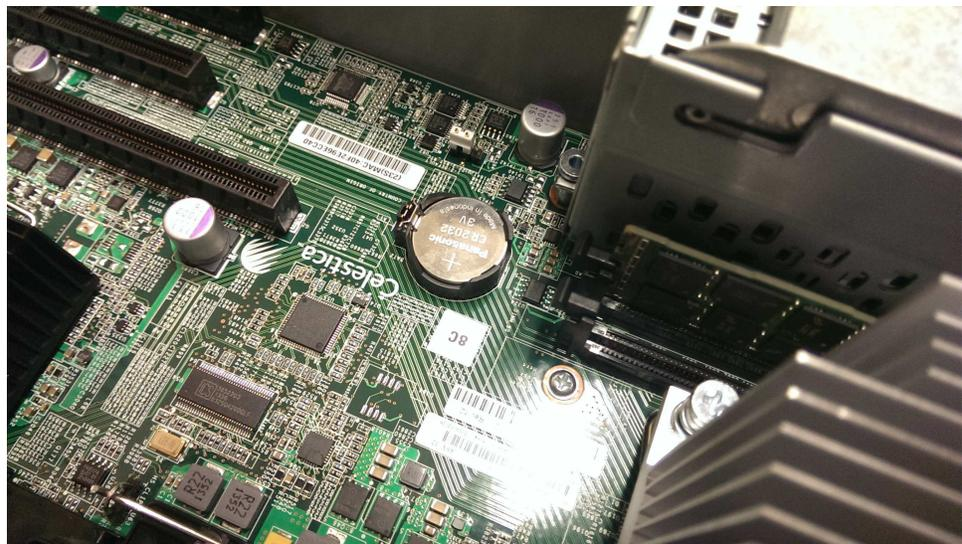

図 48. CMOS Gen2 バッテリーの取り替え
3. ノード・キャニスター内の CMOS バッテリーを見つけます。図 48 に例を示します。